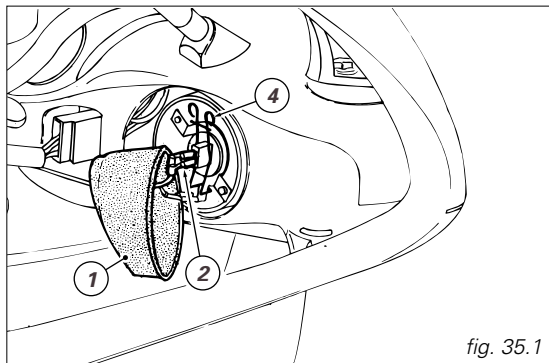

fig. 35.1
lampada anabbagliante (fig. 35.1): scollegare dal corpo proiettore la cuffia in gomma (1). Sfilare la spinetta (2) dalla lampada premendo il bottone di sgancio rapido inferiore.
Sganciare la molletta (4) di tenuta della lampada e rimuoverla dal supporto (fig. 35.1 e 35.2).